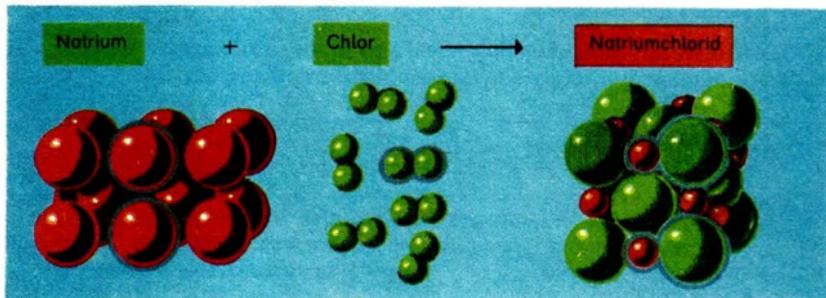

Abb. 88 Teilchendarstellung der Reaktion von Natrium mit Chlor
Bei erhöhter Temperatur reagieren Natrium und Chlor lebhaft unter Abgabe von Wärme und Ausstrahlung von Licht (Experiment 40). Es bildet sich ein fester weißer Stoff, das Natriumchlorid (Abb. 88). ① ②